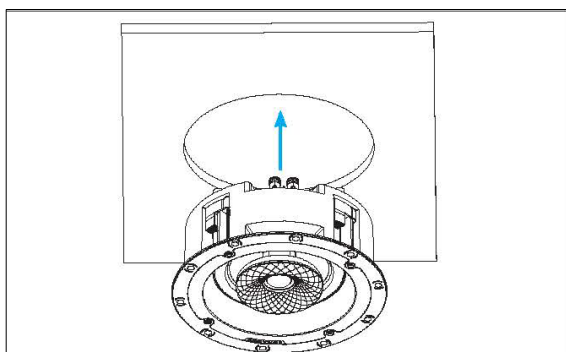
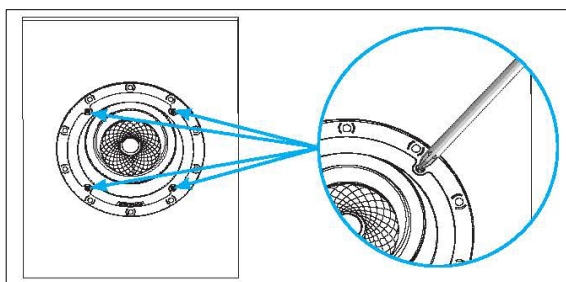

図 4 : スピーカーモジュールを取り付け穴に入れる
図 5 : Roto-Lock のねじを締める
6. スピーカーを取り付け穴に挿入し（図 4 参照）、スピーカーバツフル前面の 4 つのネジを締めて固定してください（図 5 参照）。